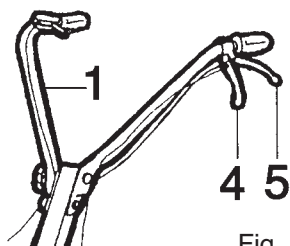

Fig. 5/C
-Tirer le levier de commande 5: marche arrière (Fig. 5/C).